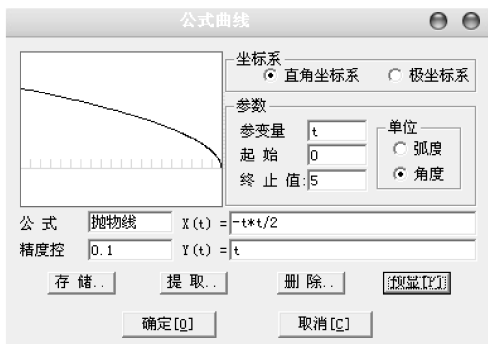
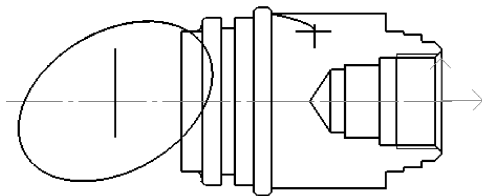

图 8-134 【公式曲线】对话框 1
图 8-135 抛物线轮廓图
2) 在菜单栏中选择【绘图】→【公式曲线】命令, 或者单击【绘图工具】工具栏中的 $\curvearrowright$ 按钮, 系统弹出【公式曲线】对话框, 按照图8-134所示设置各参数, 然后单击【确定】按钮。状态栏中提示曲线给定点应在绘图区, 捕捉刚绘制的抛物线基准点, 单击【确定】按钮, 生成如图 8-135 所示的图形。